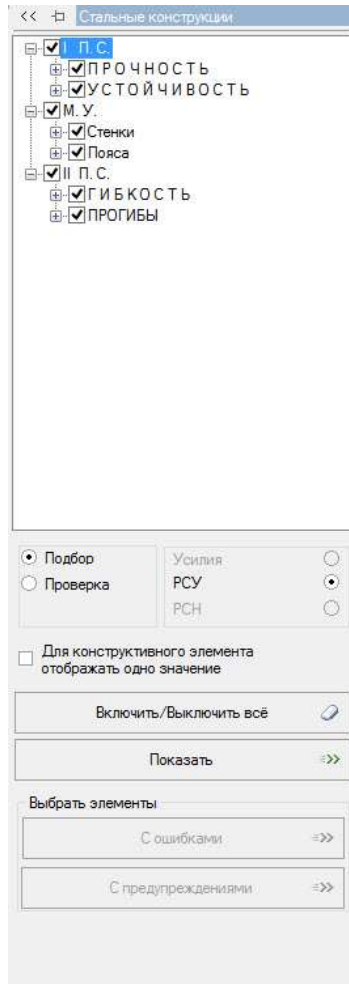

Рис. 3.56 Параметры отображения процента использования МК
- В открывшемся окне указываются необходимые виды расчета и, после нажатия кнопки «**Показать**», на главном меню экране отобразится **процент использования МК** (Рис. 3.56).